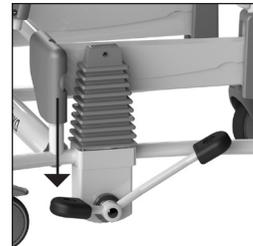

Abbildung 15: Abwärtsbewegung.
- Der Stuhlbereich wird nach unten bewegt, indem das kurze Teil des Fußpedals gedrückt wird (Siehe Abbildung 15).